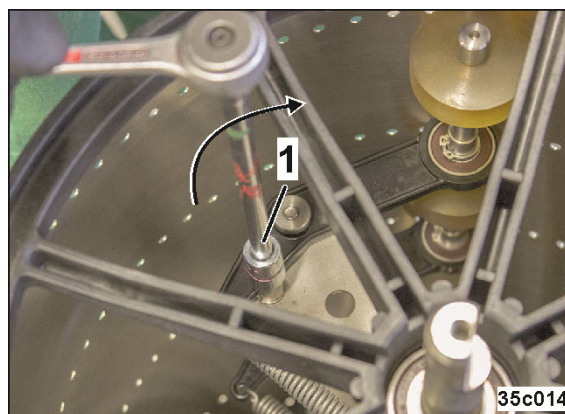

Рис. 285
2. Поверните палец (Рис. 285/1) примерно еще на пол-оборота.